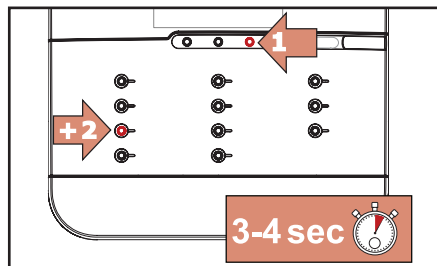

Рис. 5.4 — Включение режима очистки
1. Сначала нажмите кнопку СТОП, потом и удерживайте их одновременно в течение 3-4 секунд, чтобы запустить программу очистки. (Рис. 5.4).
1. Чтобы перейти в режим очистки нажмите кнопку СТОП, затем кнопку  и удерживайте их нажатыми в течение 3-4 секунд (рис. 5.4).